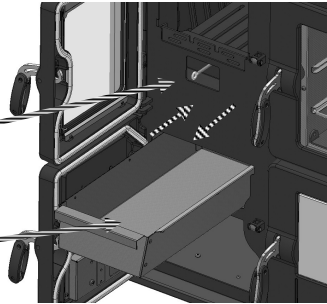

Fig.2
- El cajon cenizero es situado bajo del hpgar y tiene que ser vaciado completamente empleando sus propio guante, solamente cuando lo equipo es fría. (Fig. 2)